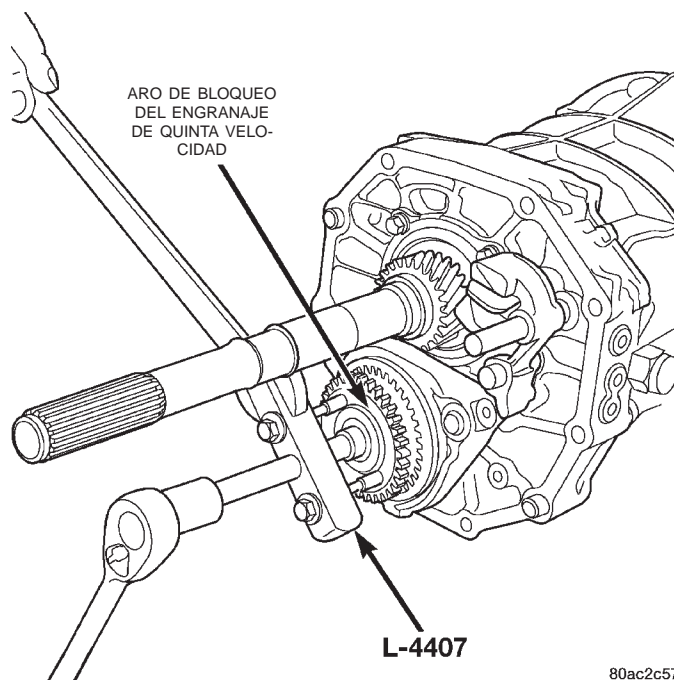

Fig. 52 Desmontaje de aro de bloqueo del engranaje de quinta velocidad
(4) Retire el aro de bloqueo del engranaje de quinta velocidad del conjunto del árbol intermediario con el extractor L-4407 (Fig. 52).